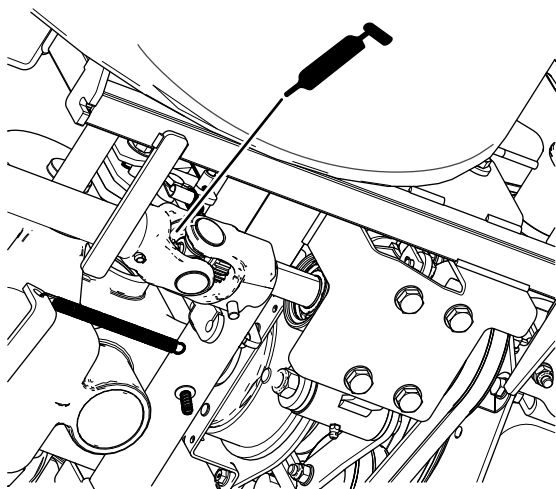

Figura 48
- Articulación en U trasera del árbol de transmisión en la toma de fuerza (Figura 48).